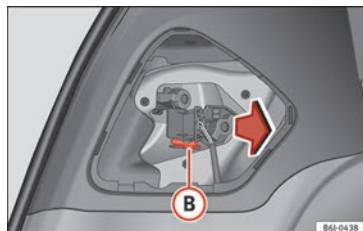

Fig. 199 Smontaggio del portalampadine.
- Smontare il portalampadine premendo sul clip di fissaggio **B** » **fig. 199** ed estraendolo.